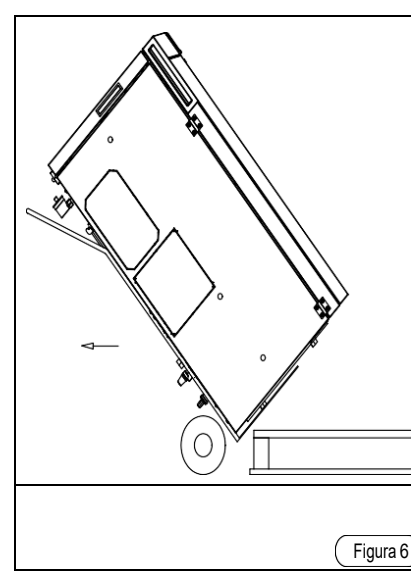

Figura 6
- Apoi, continuați cu poziționarea aparatului (vezi figura 6).